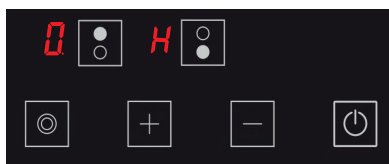

Figure 13
3. Si une plaque de cuisson est toujours chaude après 20 secondes, le symbole  s'affiche jusqu'à ce que la température de la plaque de cuisson pertinente devienne inférieure à +60 °C. (voir Fig. 13) Aucune icône ne s'affiche après l'extinction de la cuisinière si la plaque de cuisson pertinente n'est pas chaude.